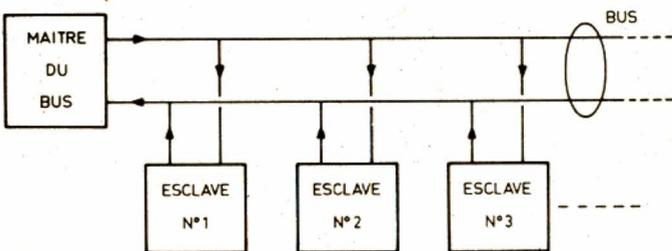

Fig. 4. - Principe de connexion sur un bus de communication.
tion des réseaux de calculateurs, et l'on a été amené, depuis quelque temps, à créer des bus de communication dont une architecture simple (il existe de nombreuses variantes, et certaines sont très complexes) est visible figure 4. Un tel bus n'est rien d'autre que deux lignes de communications série synchrones, une dans chaque sens, sur lesquelles tous les équipements sont raccordés. Pour que ce ne soit pas la pagaille, et un peu à la manière d'un bus microprocesseur classique, le maître du bus, appelé aussi « primaire », est le seul autorisé à indiquer quel esclave du bus, appelé aussi « secondaire », va échanger des informations avec tel ou tel autre esclave (ou avec le maître).
**CORRECTIF.** Dans la figure 4, de la première partie :